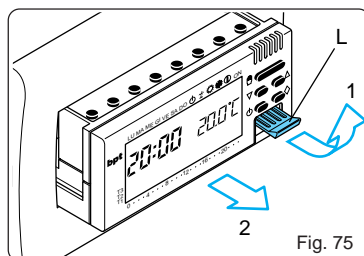
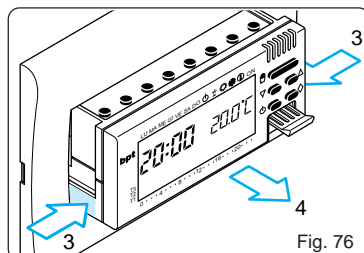

Fig. 75
Fig. 76
16.1 - Sollevare la linguetta L ed estrarre il corpo dell'apparecchio dal telaio sfilandolo fino all'arresto (fig. 75), e quindi, premendo sulle due alette laterali, estrarlo completamente (fig. 76).